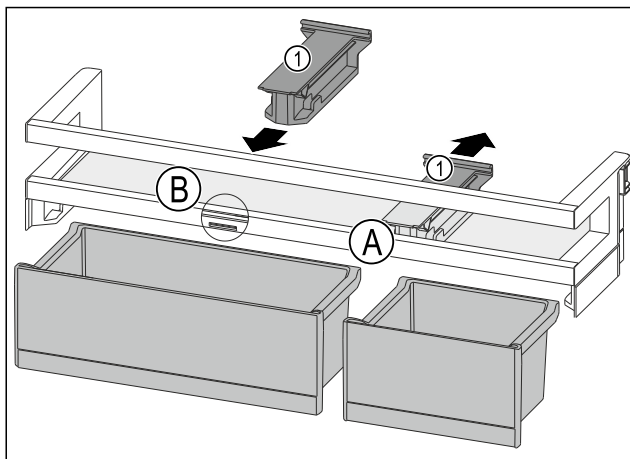

Fig. 118
- 将定位件 Fig. 118 (1) 向后拉至位置 Fig. 118 (A)。
- 将定位件 Fig. 118 (1) 插入至位置 Fig. 118 (B)。